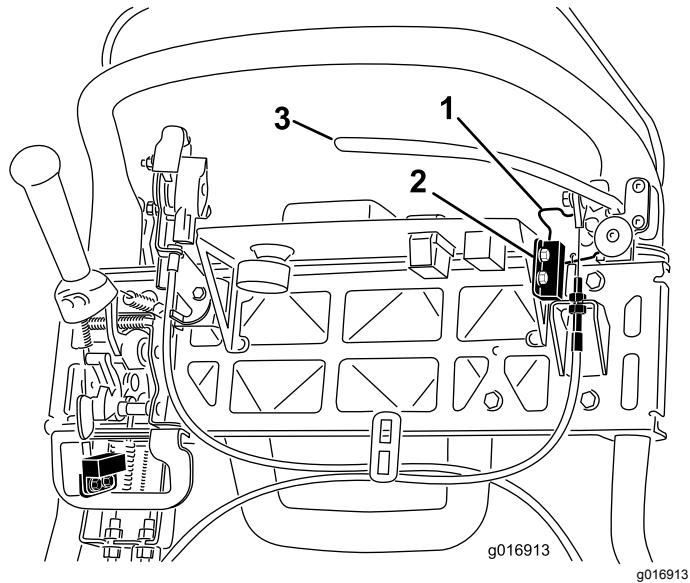

Рисунок 45
- Ослабьте крепежные детали блокировочного выключателя (Рисунок 45).
- Вставьте регулировочную прокладку толщиной 1,6 мм между фиксатором стояночного тормоза и блокировочным выключателем (Рисунок 45).
4. Для увеличения натяжения троса ослабляйте верхнюю контргайку троса и затягивайте нижнюю контргайку троса (Рисунок 45) до тех пор, пока усилие на рукоятке рычага тормоза, требуемое для отпускания фиксатора стояночного тормоза, не составит 156 Н.